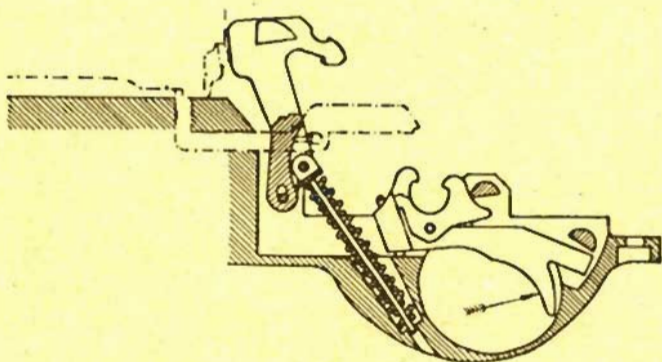

**Fig. No 60 - LA GÂCHETTE D'AUTOMATICITÉ EST ENTRAÎNÉE
- d. A la fin du cycle de fermeture, l'arme étant verrouillée, le tenon d'entraînement de la glissière rencontre la tête de la gâchette d'automatisme qui fait saillie sur son passage. La gâchette d'automatisme se déplace légèrement vers l'avant en comprimant son ressort. Elle quitte alors le contact du chien qui peut alors pivoter vers l'avant sous l'action de ses ressorts. (voir fig. No 60).